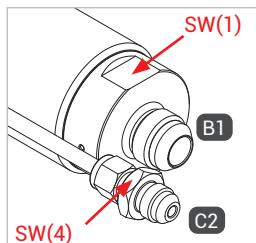
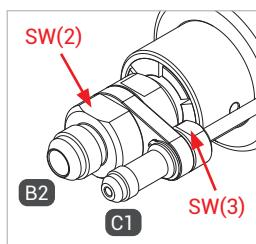

Abbildung 1
Abbildung 2
- ▶ Halten Sie beim Montieren des Füll- und Rückföhrschlauches, der Medienleitung und der Gasrückführung an die Anschlüsse „B1“, „B2“, „C1“ und „C2“ an den Schlüsselflächen SW(1), SW(2), SW(3) und SW(4) (Abbildung 1 und Abbildung 2) mit einem Gabelschlüssel gegen.
- ▶ Verschrauben Sie die Betriebsmedienzuleitung „B1“ druckdicht mit dem Füllschlauch der Tankstelle (Abbildung 1). Anzugsdrehmoment siehe untenstehende Tabelle.
- ▶ Verschrauben Sie, falls vorhanden, die Gasrückführung „C2“ druckdicht mit dem Rückföhrschlauch der Tankstelle (Abbildung 1). Anzugsdrehmoment siehe untenstehende Tabelle.
- ▶ Verschrauben Sie die Betriebsmedienableitung „B2“ druckdicht mit dem Anschluss des Füllschlauches (Abbildung 2). Anzugsdrehmoment siehe untenstehende Tabelle.
- ▶ Verschrauben Sie, falls vorhanden, die Gasrückführung „C2“ druckdicht mit dem Anschluss des Rückföhrschlauches (Abbildung 2). Anzugsdrehmoment siehe untenstehende Tabelle.